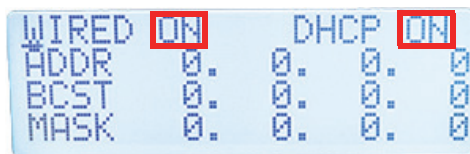

图 4-3 DHCP菜单
3. 要快速设置协议，则使用箭头键将**DHCP**设置为**ON**（开启）（参见第60页的图 4-3）。否则，就使用箭头键改变DHCP的参数。